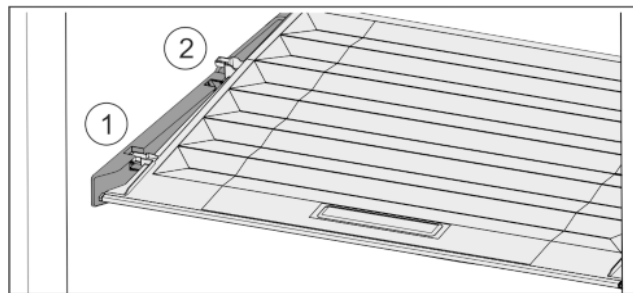

Fig. 32
- ▶ Deksel tot de opening in de vasthouders naar voren trekken Fig. 32 (1).
- ▶ Aan de achterkant vanaf de onderkant omhoog tillen en vanaf de bovenkant verwijderen Fig. 32 (2).